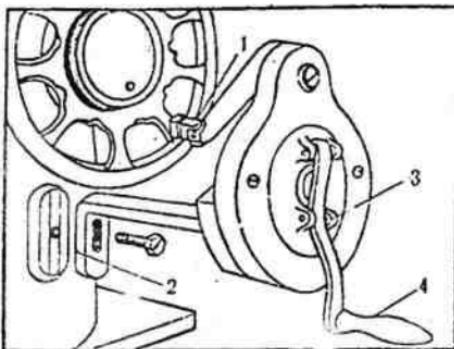

图 1-15 手摇器 H5 机头装配图
(1) 把机箱座上边的两只铰链插头插入机头底板下箱座的两只孔中(图 1-15)。
(2) 掀起机头，旋紧两只铰链固定螺钉。再把机头放正。